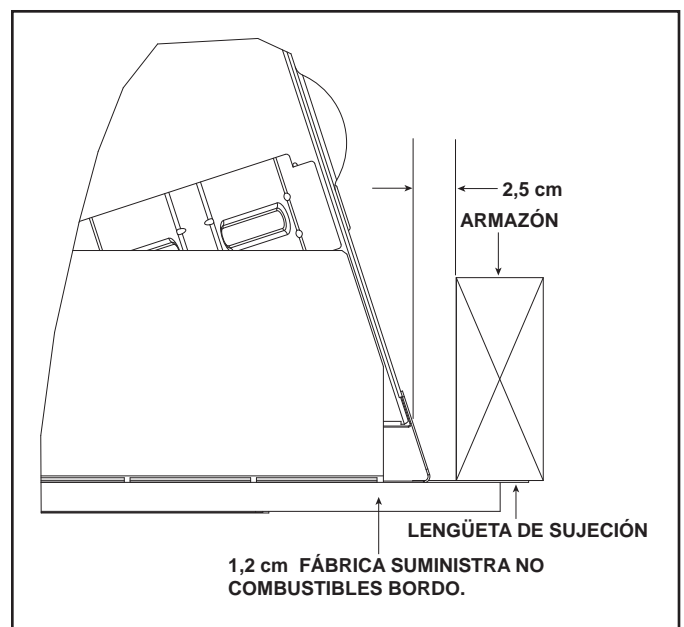

Figura 13.2 Vista frontal detallada del acabado
2. Atornille las lengüetas de sujeción al armazón. Asegúrese de mantener las distancias de separación a los lados de la chimenea. Consulte la Figura 13.2.